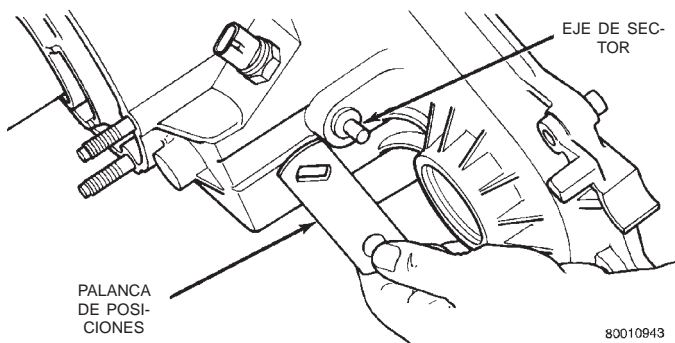

Fig. 17 Desmontaje de la palanca de posiciones
(4) Retire del eje transmisor delantero la arandela de la junta. Deseche la arandela ya que no puede volver a utilizarse.
(5) Retire la tuerca y la arandela que fijan la palanca de posiciones al eje de sector. A continuación, mueva el sector a la posición NEUTRAL y retire la palanca de posiciones del eje (Fig. 17).